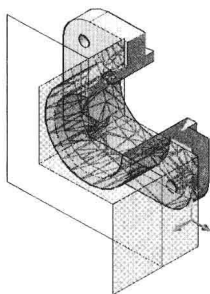

图 9-3-17
(16) 在“视图”面板中选择“西南等轴测”视图，如图 9-3-17 所示。
(17) 单击截面对象，在“截面”面板中单击“生成截面”按钮，打开“生成截面/立面”对话框，选择“三维截面”项目，单击“确定”按钮。